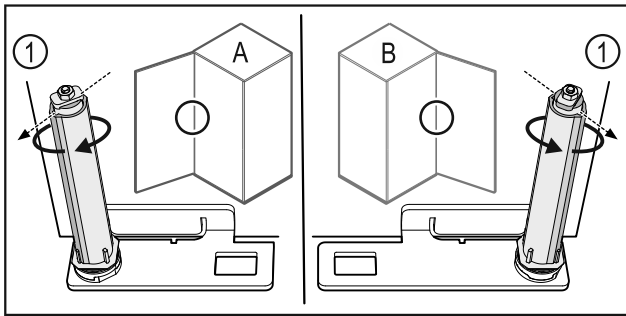

Fig. 59 Feste på venstre side (A) / feste på høyre side (B)
- ▶ Drei lukkesystemet mot motstanden til rillen på lukkesystemet Fig. 59 (1) peker utover.